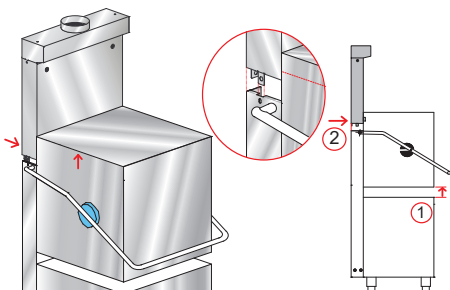

Fig. 12
- Alzare la capotta di una decina di centimetri (vedi Fig. 12 - particolare 1).
- Allineare il recuperatore sopra la sua sede finale (vedi Fig. 12 - particolare 2).
- Far scendere il recuperatore finché non va in appoggio nella sede (vedi Fig. 12).